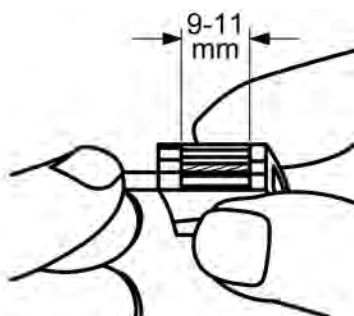

Bild 6: Abisolierlänge
- Leiter 9 - 11 mm abisolieren (Bild 6).